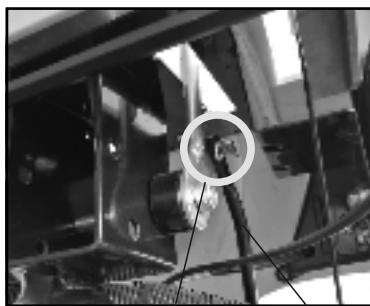

Рис. 3
- Вытащите управляющий стержень (рис. 3 А) из приборной панели.
- Переведите другую сторону управляющего стержня в отверстие на нижней части рычага переключения передач (рис. 3 Д) и закрепите его на месте с помощью шплинта В.